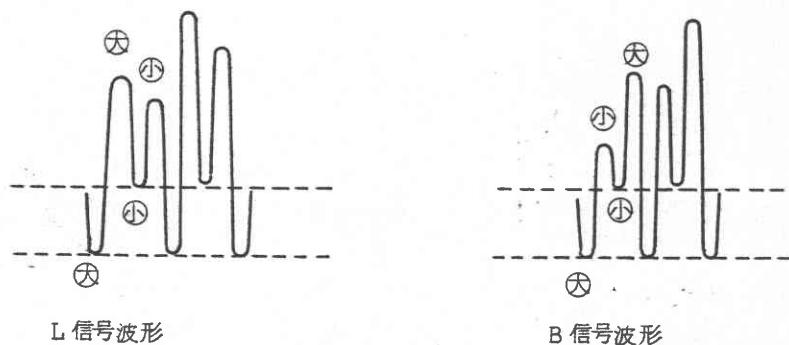

図 6
- (1) 4-4-1の(7)の状態で、① INT AF FREQの「1kHz」スイッチを入れます。
- (2) 4-4-3のPILOT信号位相調整は完了しているものとします。
- (3) ⑩ OUTPUT MODEスイッチのLまたはRスイッチを押し、バイロット信号を「ON」にします。
- (4) ⑬ MPX OUTPUT端子にオシロスコープを接続し、出力波形を観測します。
- (5) オシロスコープのプラウン管面の波形を拡大すると(図6)のようになります。⑩ OUTPUT MODEのLスイッチを押すとL信号波形、Rスイッチを押すとR信号波形が確認されます。